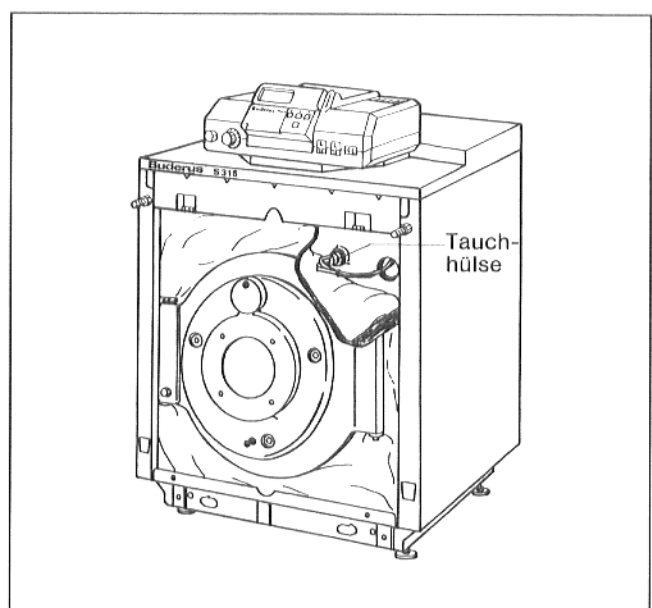

Abb. 19
- Rechte Ecke der Vorderwandwärmeschutzmatte abklappen (Abb. 19).